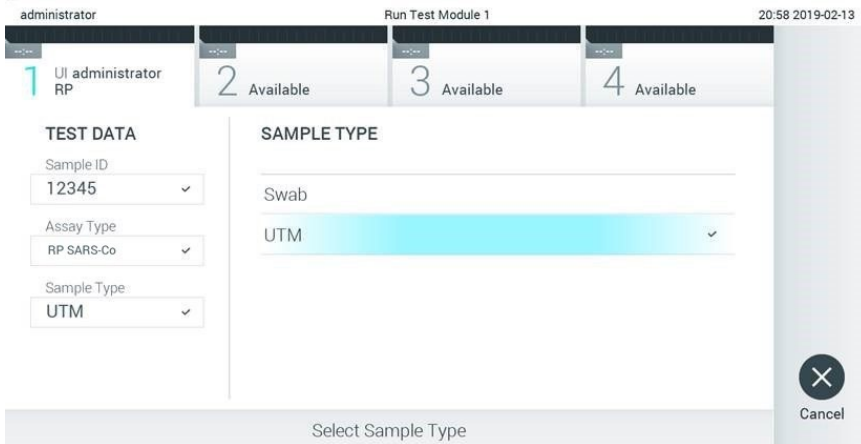

Figure 46. Sélection du type d'échantillon.
8. Sélectionnez le type d'échantillon approprié dans la liste (Figure 46).